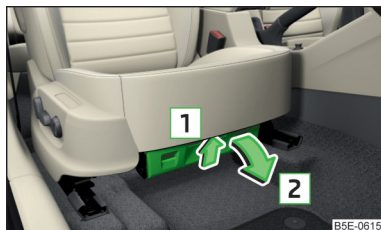

Fig. 105
- Pour **ouvrir** appuyer sur la poignée dans le sens de la flèche **1** et ouvrez le compartiment dans le sens de la flèche **2**. » fig. 105